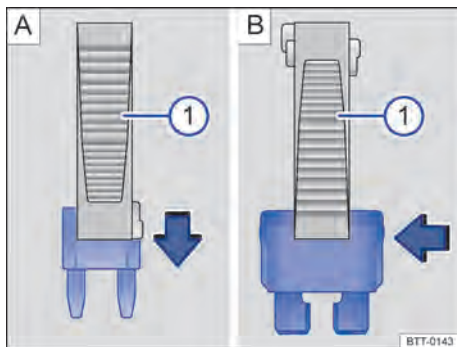

Fig. 173 Retirar ou colocar o fusível plano com o alicate de plástico: A: MINI, B: ATO.
- *Em fusíveis planos*, de acordo com a versão do fusível, colocar as garras adequadas do alicate plástico ⇒ Fig. 173 A ① ou ⇒ Fig. 173 B ① na direção da seta sobre o fusível.
- Se o fusível estiver queimado, substituir o fusível por um novo da *mesma* intensidade (mesma cor e inscrição) e do *mesmo* tamanho ⇒ ①.